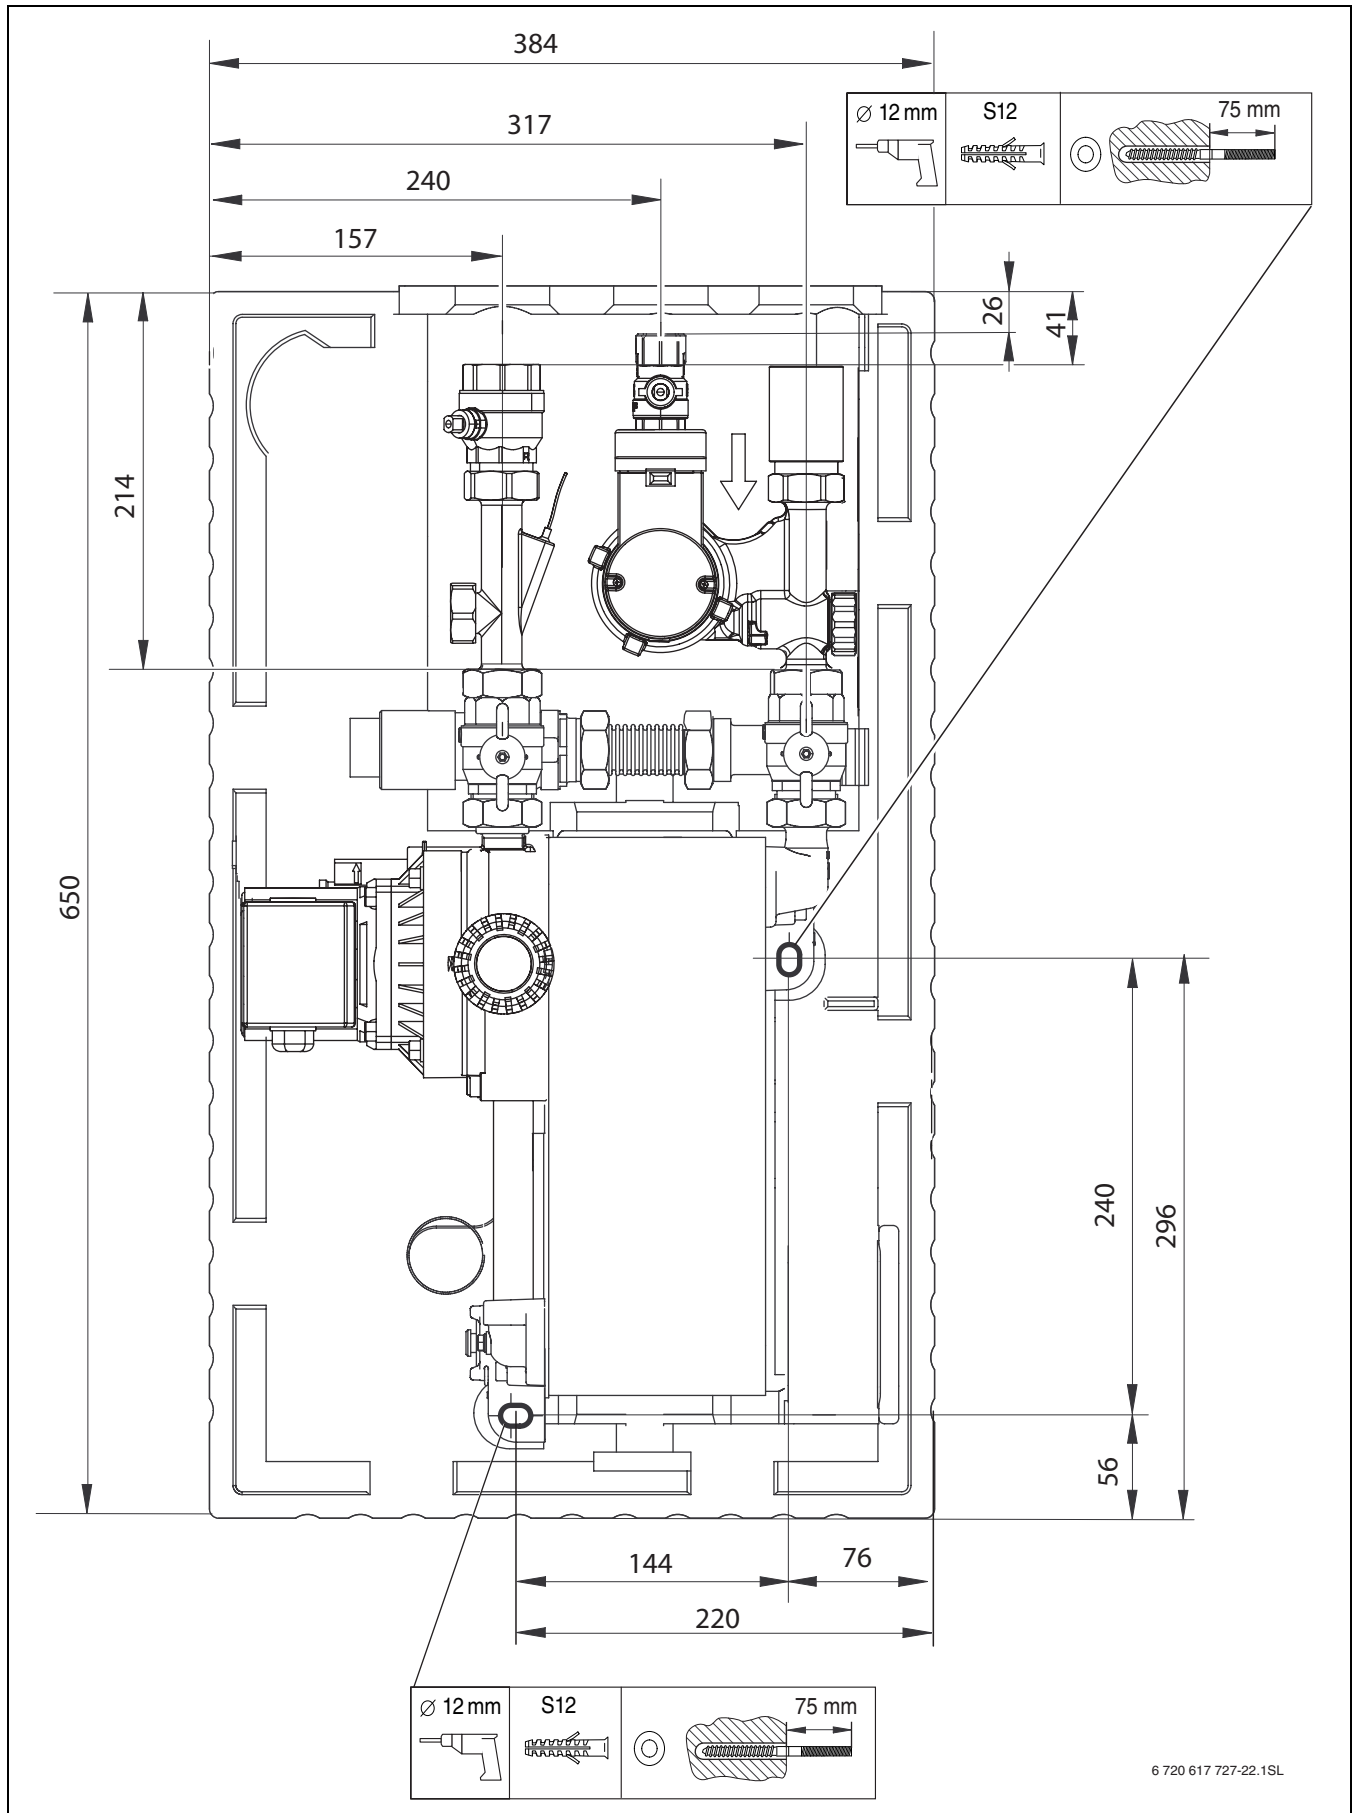

Bild 9 Maßangaben für die Befestigung
- ▶ Die beiden Bohrlöcher für die Befestigung der Station nach den Maßangaben anzeichnen (→ Bild 9).